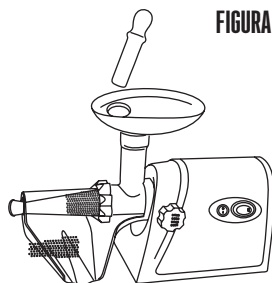

FIGURA 9
10. Inserte el extremo del tamiz del cabezal de la picadora totalmente ensamblado a través del extremo de salida de la tolva vertedora plástica (**FIGURA 9**).
13. Coloque la bandeja sobre el cabezal de la picadora. Presione la bandeja hacia abajo hasta que quede completamente asentada (**FIGURA 9**).